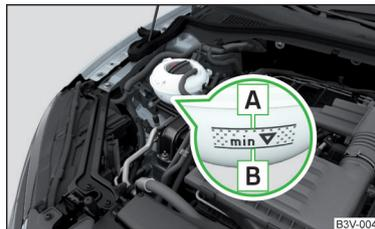

Fig. 231
La désignation du liquide de refroidissement est mentionnée sur le vase d'expansion du liquide de refroidissement » fig. 231 à la page 222.
- Ne versez pas le liquide de refroidissement au-delà de la marque **A** » fig. 231 à la page 222.
Vase d'expansion du liquide de refroidissement » fig. 231
► Contrôlez le niveau du liquide de refroidissement dans le vase d'expansion » fig. 231.
Le résultat du contrôle peut être imprécis si le moteur est à température de service. Le niveau peut également se trouver au dessus du marquage **A** » fig. 231.